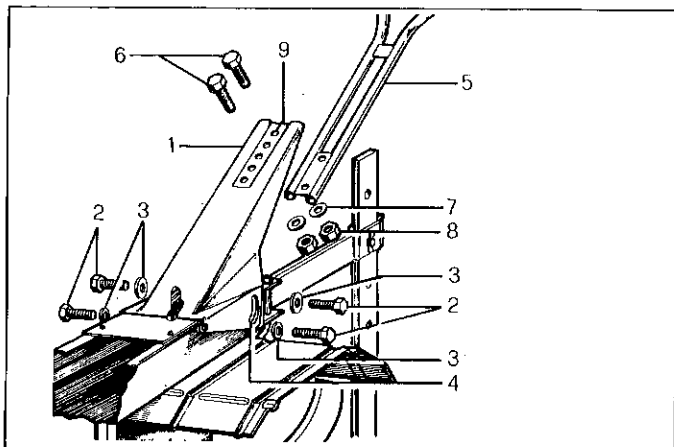

Fig. 5
Montare il supporto (fig. 5, part. 1) sulla motozappa tramite le quattro viti (2) e rispettive rondelle (3).
Secure support (1, fig. 5) to motor-hoe through the four screws (2) and washers (3).
Adapter le support (1, fig. 5) à la motohoue au moyen des quatre vis (2) et des rondelles (3) respectives.
Die Stütze (Bild 5, Detail 1) mit der Motorhacke durch die vier Schrauben (2) und Scheiben (3) befestigen.